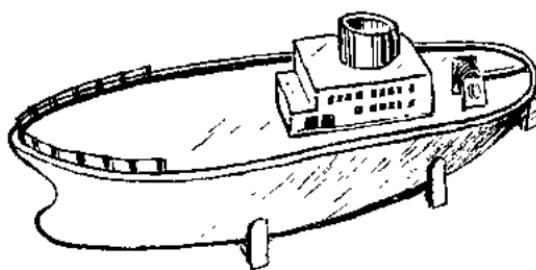

图 5
8. 船体上层建筑可用卡纸按自己需要设计(图5)。船身外面用老粉拌清漆嵌平，待干后涂上油漆。